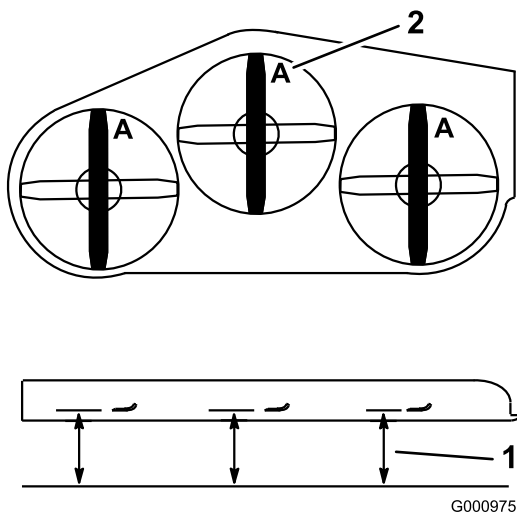

Figure 95
- Mesurez la distance entre la surface plane et le tranchant (position **A**) des lames (Figure 95).